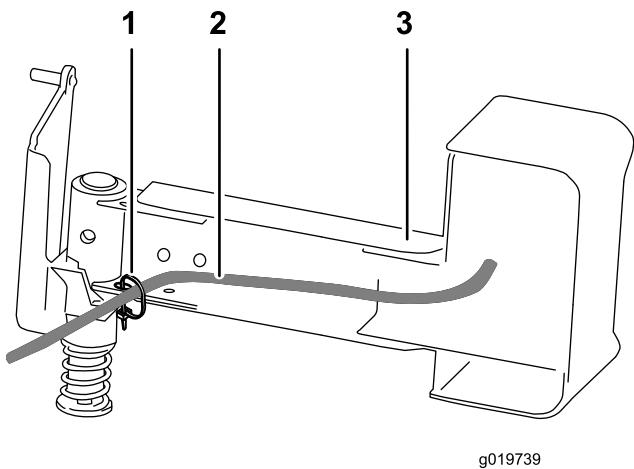

Figura 13
11. Usando el taladro del soporte de la luz trasera izquierda, sujete el arnés al soporte con una brida (Figura 13).